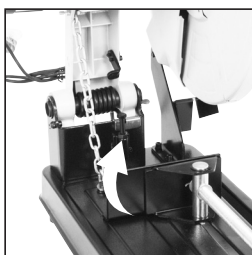

FIG. 6
- Desserrez le contre-écrou de la butée basse du parcours de la tête. (**Fig. 6**)